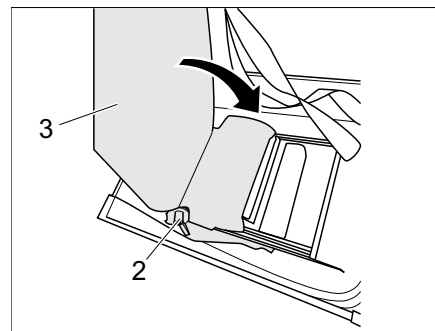

Fig. 224 Ranger le dossier dans la banquette
- Actionner le levier 1 (Fig. 224,2) et rabattre le dossier (Fig. 224,3) vers l'intérieur.